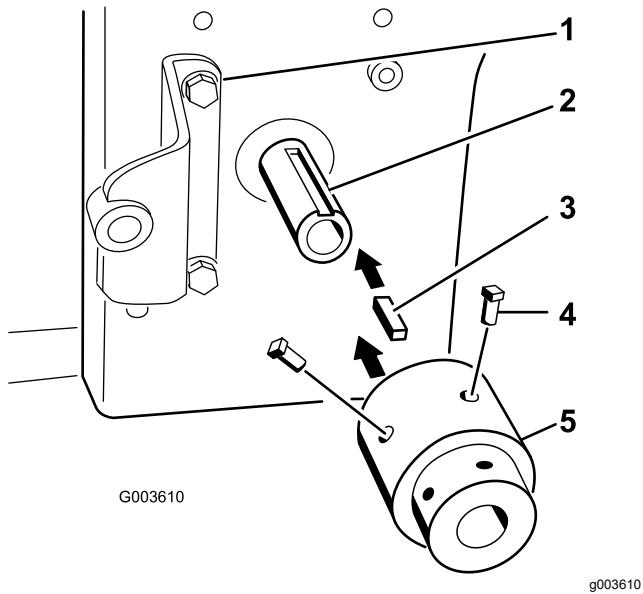

Figura 19
6. Instale la chaveta cuadrada (1/4" x 1") en la ranura del eje de la TDF del motor (Figura 19).
7. Alinee el conjunto del cubo con la chaveta cuadrada e instálelo en el eje de la TDF (toma de fuerza) del motor (Figura 19).
8. Aplique un fijador de roscas no permanente a los 2 tornillos de fijación (5/16" x 3/4") e instálelos en el conjunto del cubo para fijarlo al eje de la TDF (Figura 19).